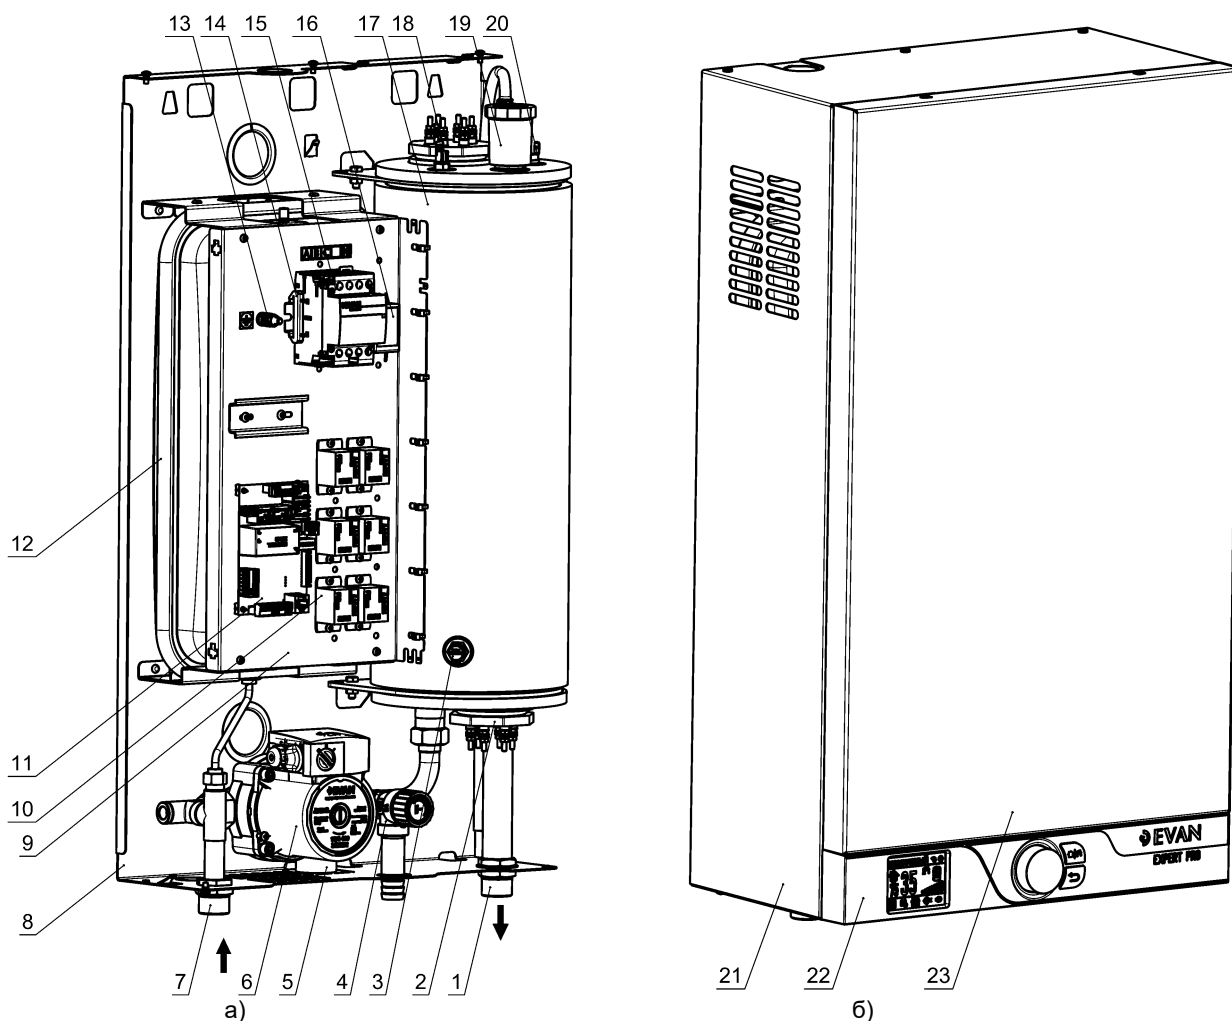

Рисунок 2. Общий вид котла
5.2.1 Присоедините к патрубку подачи (поз.1, рис.2а) трубопровод подачи теплоносителя. Наружная резьба патрубка подачи G 3/4.